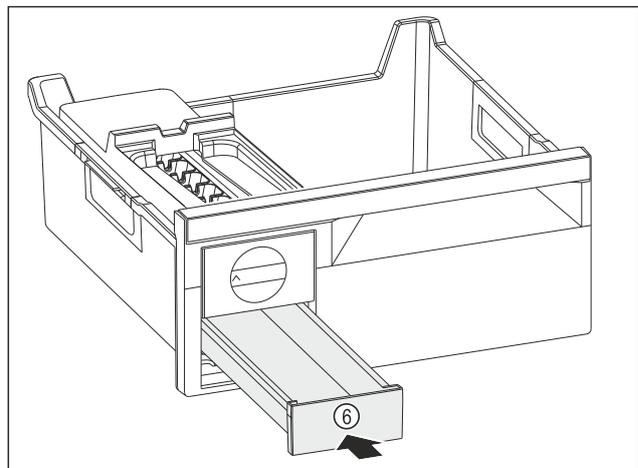

Fig. 92
- ▶ Eiswürfelschubfach Fig. 92 (6) einschieben.